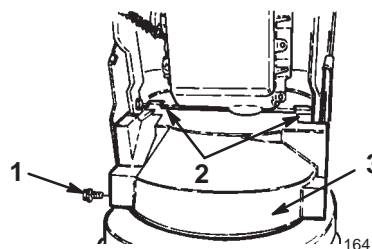

**Figure 3**
8. Poussez le bras de verrouillage pour débloquer l'essieu (Fig. 3).
9. Tirez l'essieu vers le haut tout en maintenant le bras de verrouillage à l'intérieur (Fig. 3).
10. Continuez de tirer l'essieu vers l'avant jusqu'à ce que la tige de verrouillage adopte la position bloquée (Fig. 3).